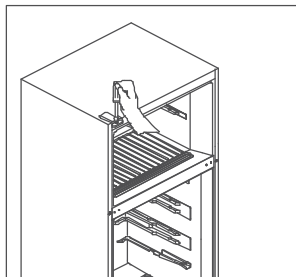

Fig. 6
6. Assemblare cerniera superiore e coperchio della cerniera sul lato sinistro. (Fig. 6)